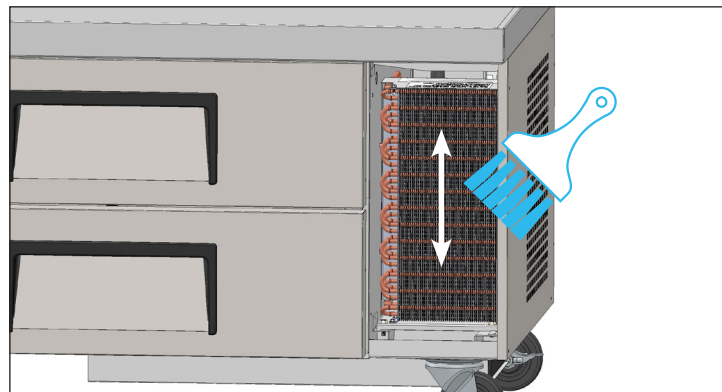

Fig. 2. No cepille nunca las aletas del serpentín.
3. Con un cepillo de cerdas duras, limpie con cuidado la suciedad acumulada en las aletas del serpentín delantero del condensador. Véase la fig. 2.